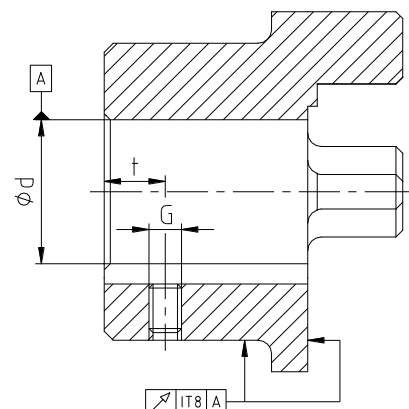

Figura 9: precisão da concentricidade e do movimento axial
- Quando o furo do cubo for executado pelo cliente, este deverá respeitar a precisão da concentricidade e do movimento axial (ver figura 9).